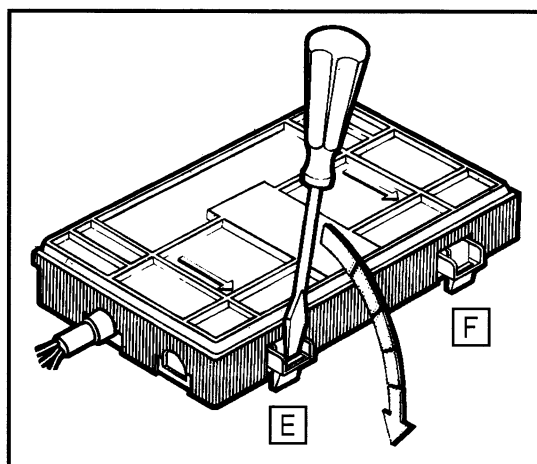

FIG. 3
- Caso tenha de substituir o cabo de alimentação, remova a tampa da caixa de ligações actuando em «E» e «F» como indicado na Fig. 3 para ter acesso aos terminais de ligação.